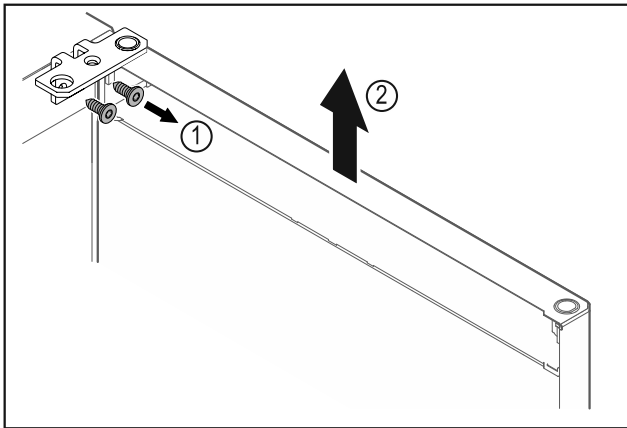

Fig. 9
- ▶ Ξεβιδώστε τη γωνία μεντεσέ Fig. 9 (1).
- ▶ Σηκώστε την πόρτα μαζί με τη γωνία μεντεσέ Fig. 9 (2) περίπου 200 mm ευθεία προς τα επάνω και αφαιρέστε τη.